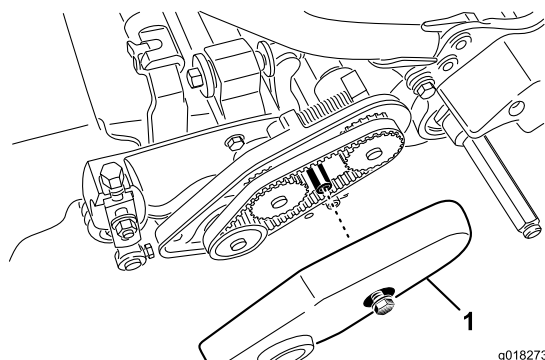

Figura 41
2. Solte o parafuso flangeado que fixa a cobertura da correia e retire a cobertura da correia para expor a correia (Figura 41).